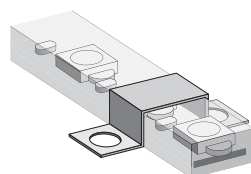

Рис. 5. Монтаж светодиодной ленты
- **Монтаж светодиодной ленты.** Монтаж светодиодной ленты NLS-2835(180/М)-IP67-220V на несущую поверхность необходимо производить при помощи монтажных скоб NLSC-clip-2835(180/М)-220 (в комплект не входят), как показано на Рис. 5.